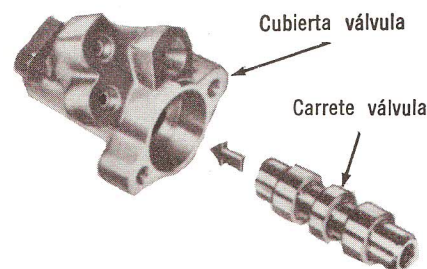

Fig. 20 — Introduciendo el Carrete de Válvula. Típico
8. Introduzca el carrete de la válvula en la cubierta. **Gire el carrete mientras lo está introduciendo en la cubierta (Fig. 20).**